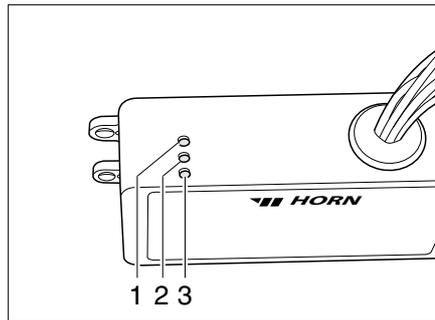

Bild 189 Regelgerät
Das Regelgerät (Bild 189) ist im Kleiderschrank eingebaut. Die Kontroll-Leuchten auf dem Regelgerät haben folgende Bedeutung:
- Kontroll-Leuchte (Bild 189,2) leuchtet grün: Regelung in Betrieb.
- Kontroll-Leuchte (Bild 189,1) leuchtet rot: Abwassertank wird beheizt.
- Kontroll-Leuchte (Bild 189,3) leuchtet rot: Abwasserleitungen werden beheizt.